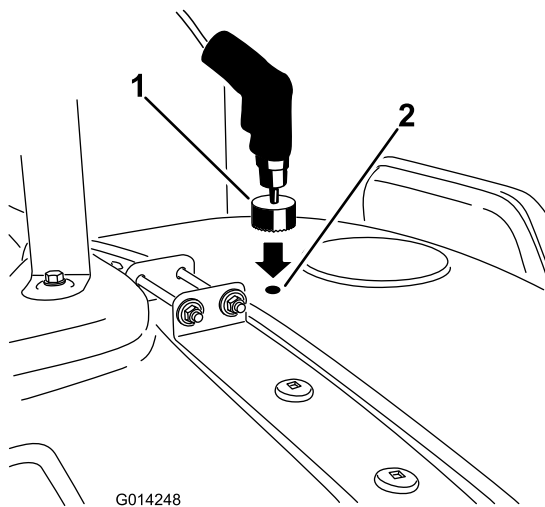

Figure 13
7. Passez au repère de perçage devant le couvercle de la cuve et répétez les opérations 4 à 6 pour le trou avant (Figure 13).